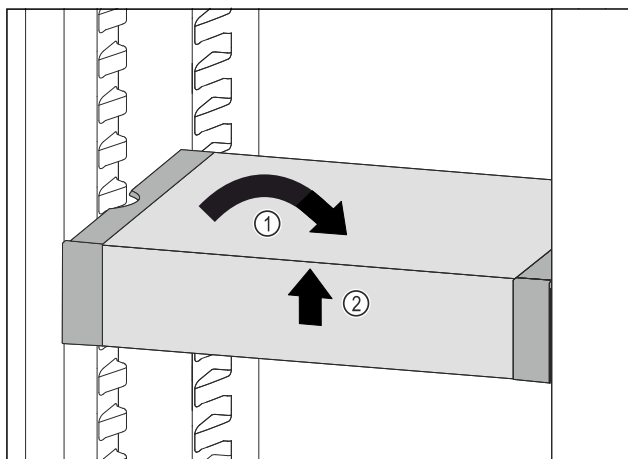

Fig. 89
- ▶ Установите VarioSafe прямо. Fig. 89 (1)
- ▶ Приподнимите VarioSafe спереди. Fig. 89 (2)